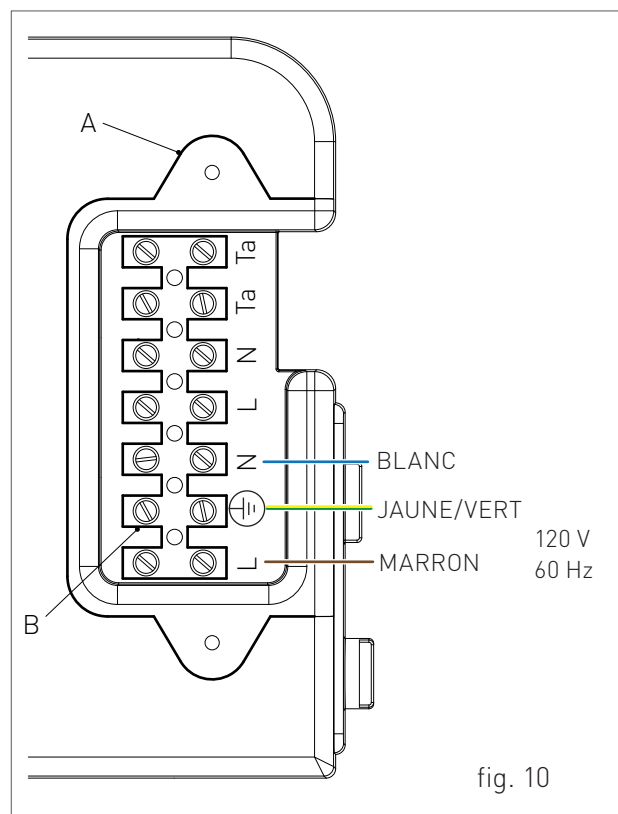

fig. 10
- › desserrer les deux vis et enlevé la plaque "A" (voir fig. 10).
- › après avoir enlevé la plaque, brancher les câbles électriques à la borne "B" (voir fig. 10) :